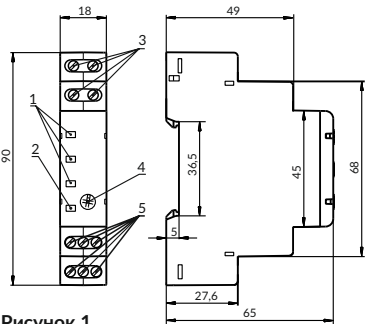

Рисунок 1
- 2) Регулятором Toff(s) (поз.4 рис. 1) встановіть час спрацьовування захисту по перекосу фаз.